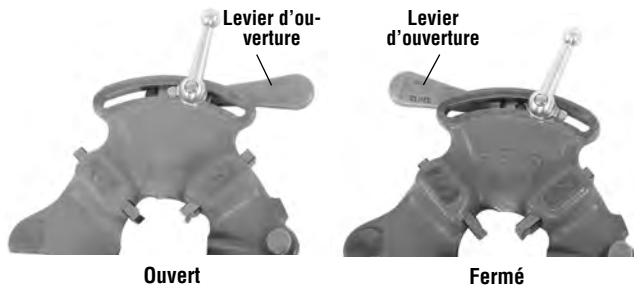

Figure 5 – Levier en positions « ouvrir » et « fermer »
2. Amenez le levier d'ouverture à la position « OPEN » (ouvrir) comme indiqué à la Figure 5.